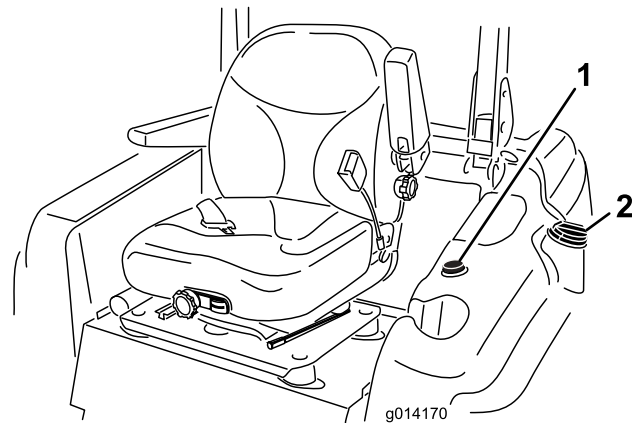

Figura 11
3. Pulite intorno al tappo del serbatoio carburante e togliete il tappo (Figura 11).